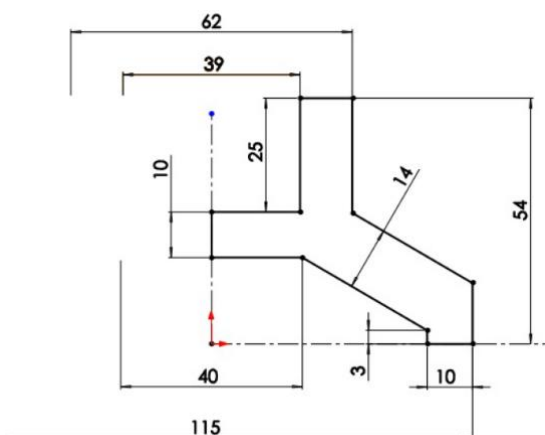

Рисунок 5.26 – Ескіз базового елемента
- а) Створіть базовий елемент моделі шляхом обертання ескізу (рис. 5.26 і 5.27).